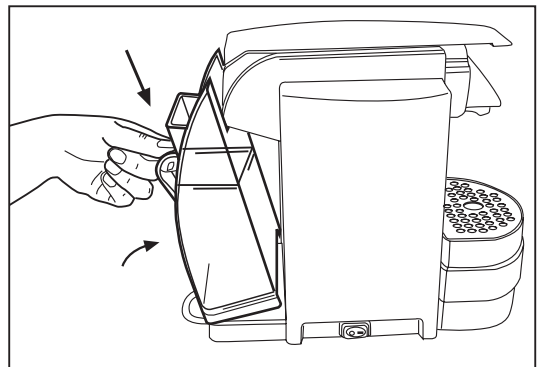

Fig. 3
- Volver a introducir el depósito inclinándolo ligeramente y apoyándolo en la válvula del agua. Presionar la parte superior en la máquina hasta sentir un disparo. A fin de evitar salidas de agua, controlar que el depósito esté fijado. **(Fig.3)**